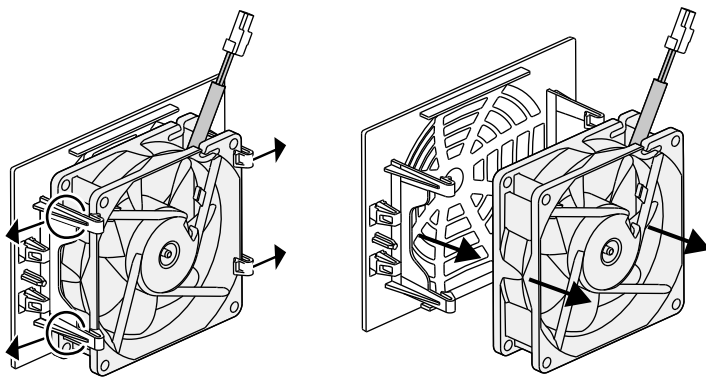

Abb. 63: Demontage Lüftergitter
5. Der Lüfter kann zusätzlich noch vom Lüftergitter abgezogen werden. Dazu Befestigungslaschen leicht nach außen drücken und Lüfter abziehen.  **Abb. 63**